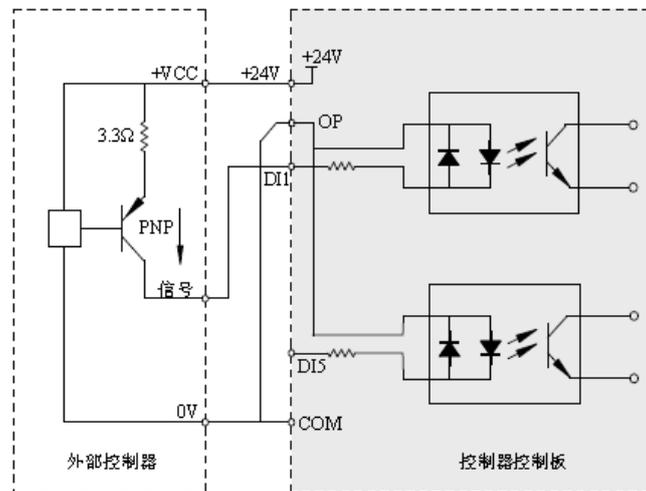

图 3-12 源型接线方式
**注意 1：**一定要正确安装吸收二极管的极性。如图 3-12。否则当数字输出端子有输出时，马上会将直流 24V 电源烧坏。